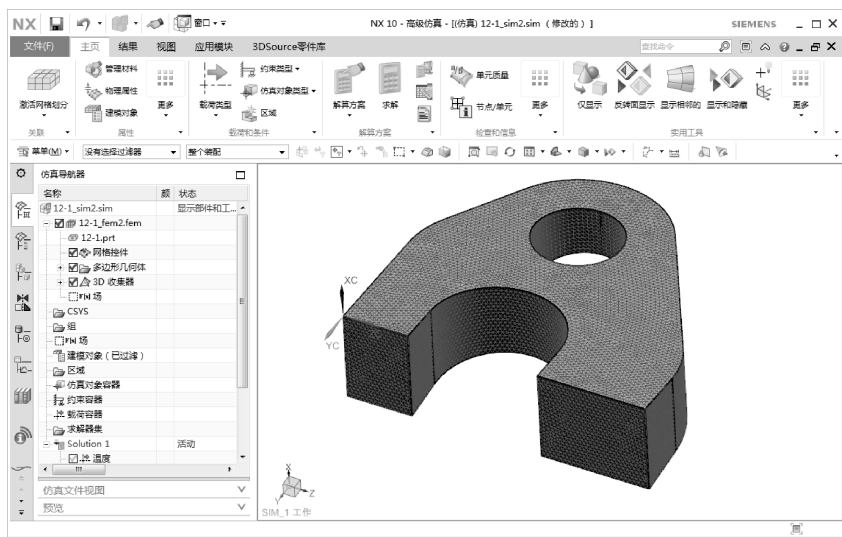

图 9-19 高级仿真分析界面
- 08 网格划分后,在【关联】面板中单击【激活仿真】按钮,进入到高级仿真分析界面,如图 9-19 所示。